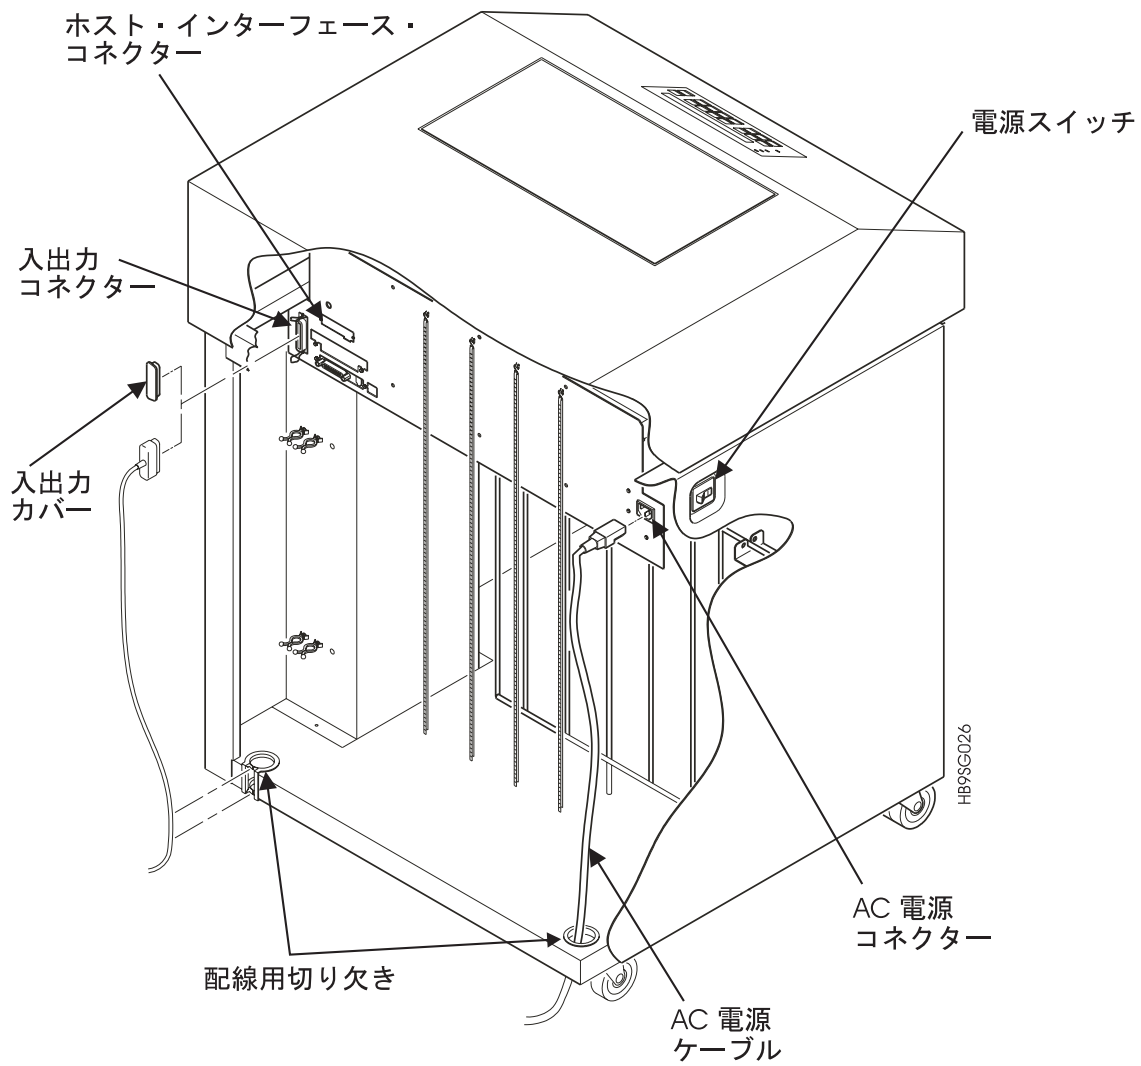
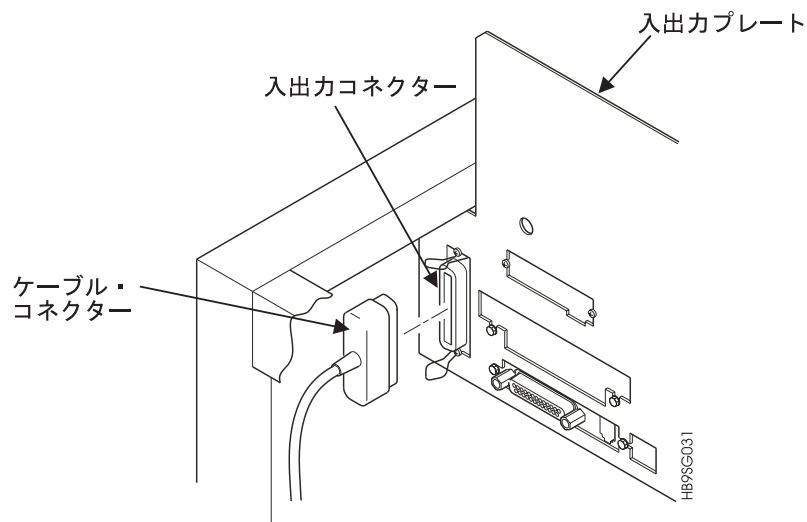

図 28. インターフェースおよび電源ケーブルの接続 - キャビネット・モデル
図 33. ケーブル・コネクタの接続
3. お客様が用意するインターフェース・ケーブルをホスト・コンピューターから該当するプリンター・インターフェース・コネクタに接続します (36 ページの図 28 ~ 39 ページの図 33 を参照)。